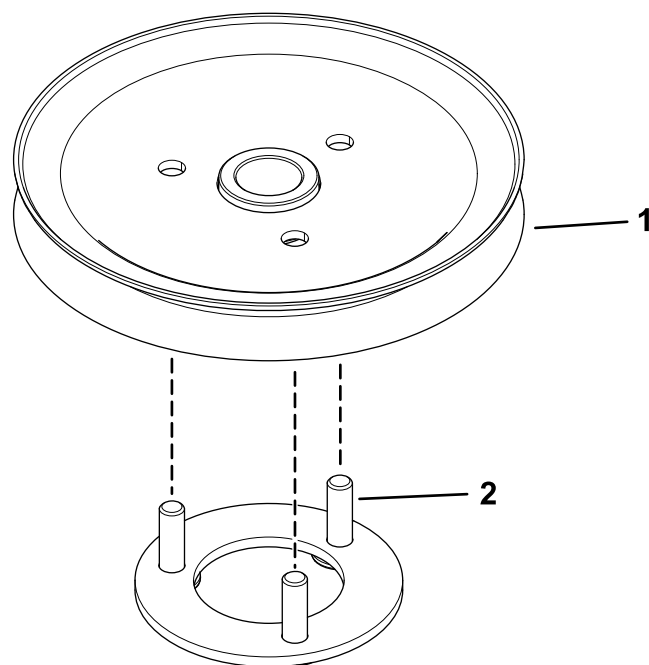

Figura 2
2. Insira a montagem da placa da polia nos orifícios da roldana (Figura 2).